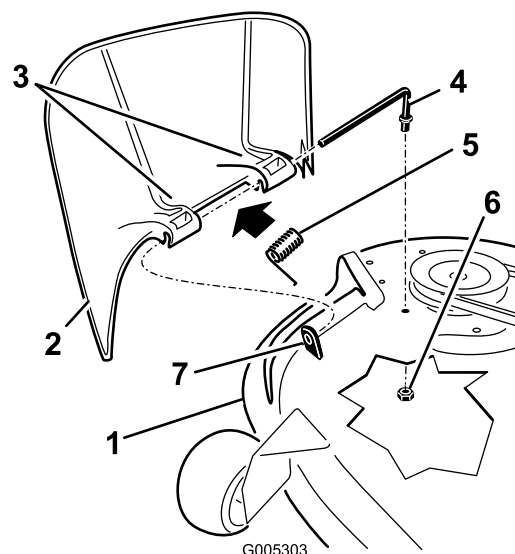

Figure 57
- Sortez la tige de la courte cheville de positionnement, du ressort et du déflecteur d'herbe (Figure 57).
- Remettez en place le déflecteur d'herbe (Figure 57).
- Insérez la tige dans le deuxième support du déflecteur d'herbe (Figure 57).
- Fixez l'extrémité arrière de la tige dans le tablier de coupe à l'aide d'un écrou ($\frac{3}{8}$ po), comme montré à la Figure 57.
- Retirez l'écrou ($\frac{3}{8}$ po) de la tige, sous le tablier de coupe (Figure 57).